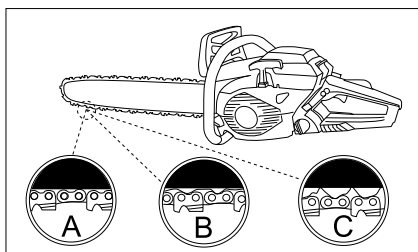

Fig. 10
Considere la fig. 10, que muestra la tensión correcta para una cadena de frío (A), una cadena de calor (B) y una cadena a tensar (C).